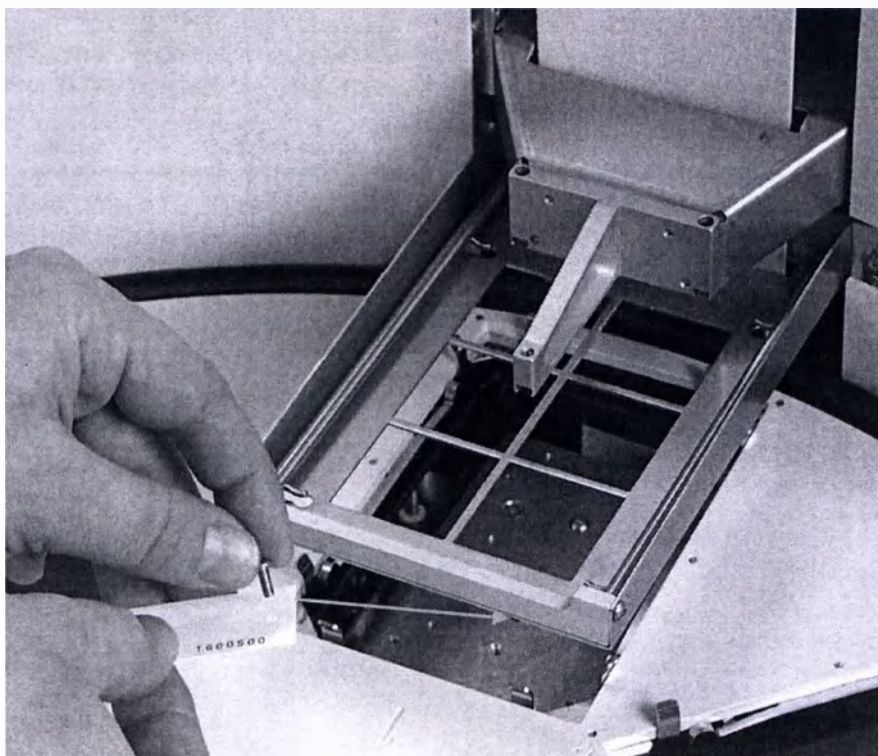

Рис. 5.21 Установка транспортировочного фиксатора нагревательного блока (А)
4. Вставить транспортировочный винт в ярлычок и установить транспортировочный фиксатор нагревательного блока (Рис. 5.21).